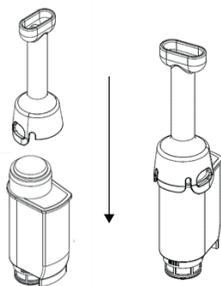

Рис. 12
- ➔ Вытащите фильтр из бака для воды с помощью держателя для фильтра (Рис. 12).